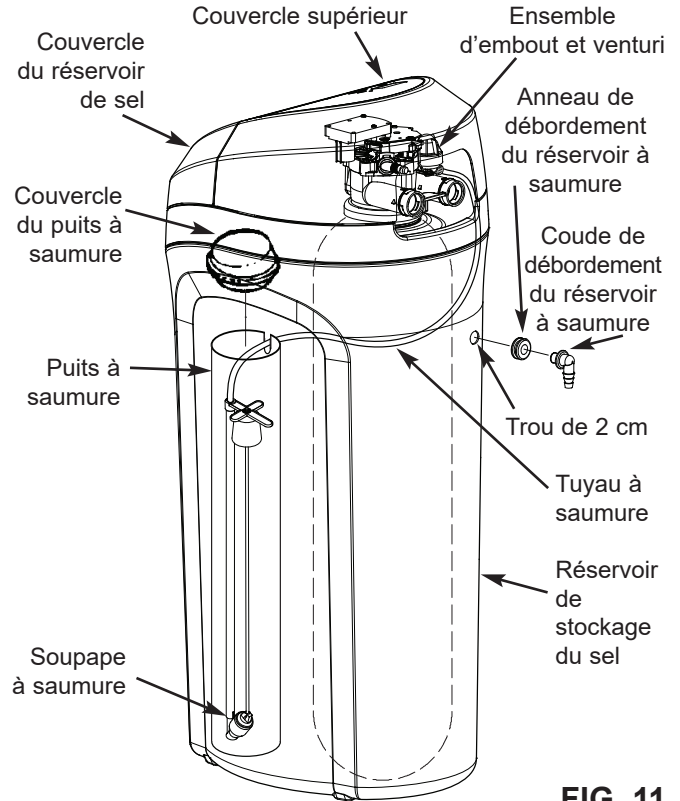

FIG. 11
1. Les modèles EcoPure sont assemblés à l'usine. Lors de l'installation, dégagez et enlevez le couvercle supérieur, ensemble avec le couvercle du réservoir de sel, pour exposer la soupape de l'adoucisseur. Placez-la de côté pour éviter de l'endommager. Vérifiez que le puits à saumure est bien fixé et vertical (consultez la figure 11).